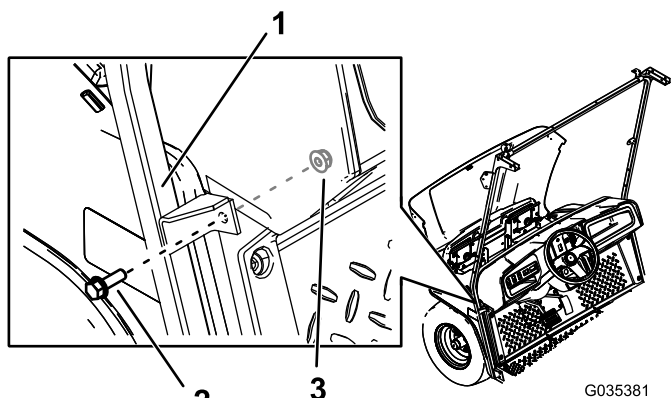

Рисунок 5
4. Прикрепите средний кронштейн опоры ветрового стекла к автомобилю при помощи двух болтов с шестигранными фланцевыми головками (5/16 x 1 дюйм), вставленных в просверленные отверстия, и двух гаек (5/16 дюйма) (Рисунок 5).